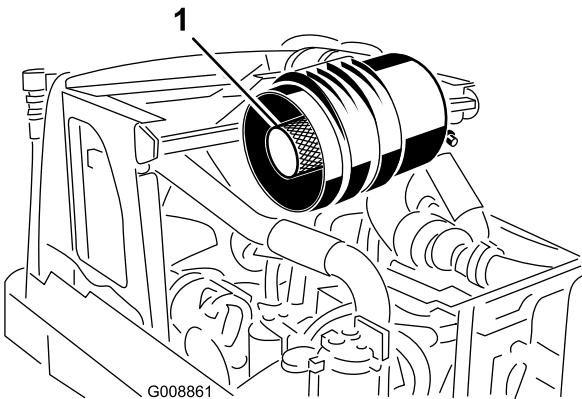

図 58
**重要** 安全フィルタは外さないでください。安全フィルタ 図 58 は絶対に洗わないでください。安全フィルタは、主フィルタの3回目の整備時に新しいものと交換してください。